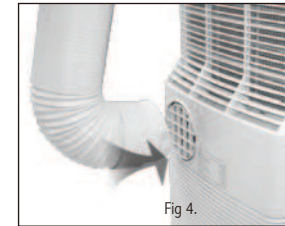

Fig 4.
**D. Conectar la Manguera de Escape al Acondicionador de Aire Portátil (AAP): Fig. 4**
1. Adjunte el Conector de Manguera para Escape de Calor (4) alineando las uñetas de la manguera al AAP y presione hasta que encaje en su sitio.